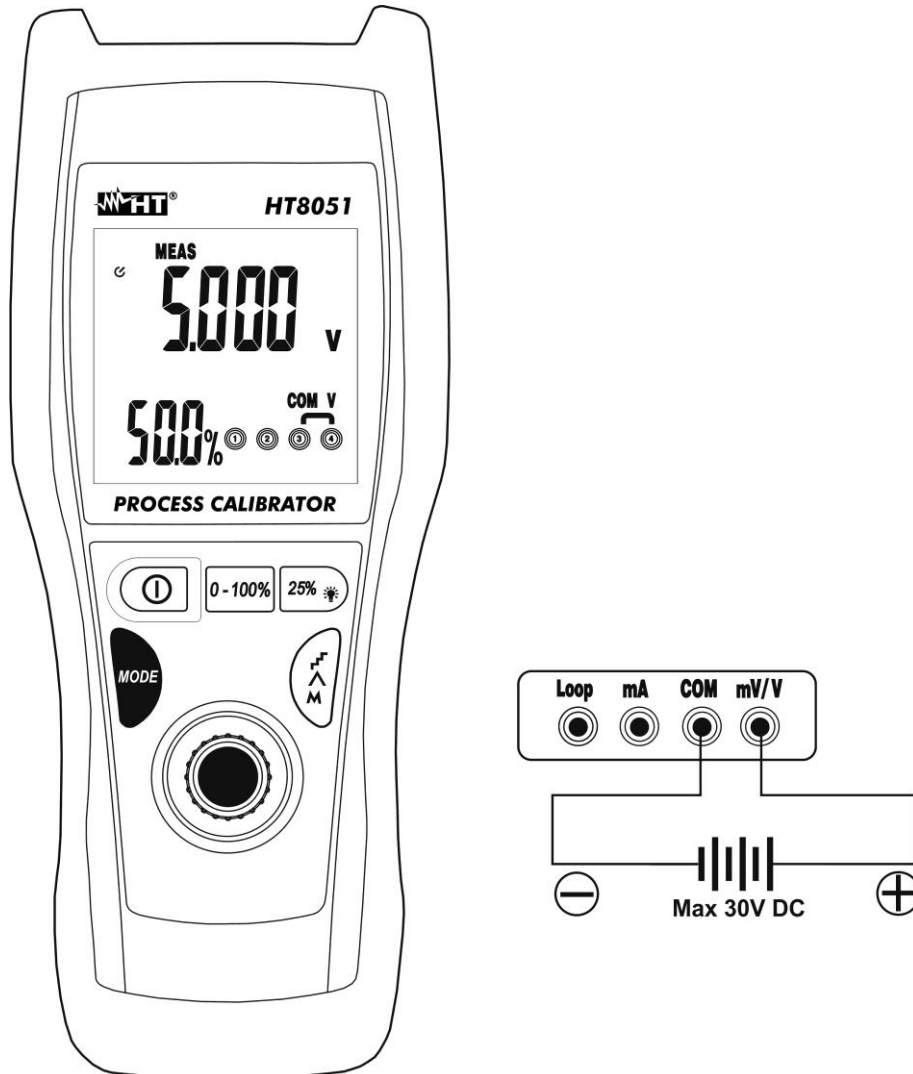

Fig. 3: Medida de Tensión CC
3. Posicione la punta verde y la punta negra respectivamente en los puntos de potencial positivo y negativo del circuito en examen (vea Fig. 3). El valor de la tensión se muestra en el visualizador principal y el valor porcentual respecto al fondo escala en el visualizador secundario
4. El mensaje "-OL-" indica que la tensión en examen excede el valor máximo medible por el instrumento. El instrumento no realiza mediciones de voltaje con polaridad opuesta con respecto a la conexión de la Fig. 3. El valor "0000" se muestra en la pantalla